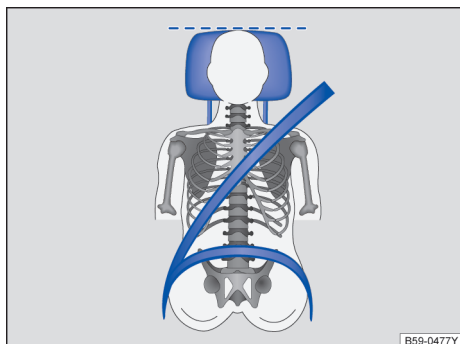

图 16 驾驶员头枕的正确位置
- 调节头枕，使头枕的上沿与您的头顶等高，不可低于眼睛，头部尽可能贴近头枕→图 16。